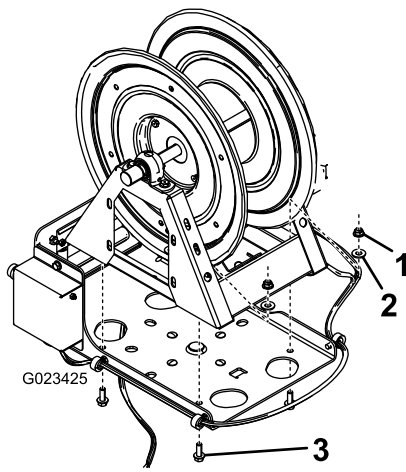

図 22
5. 図 22のように、ホースリールをスイベルプレートに固定するボルト 3/8-16 x 1" 4本、ワッシャ 7/16" 4枚、フランジナット 3/8-16" 4 個を使用する。